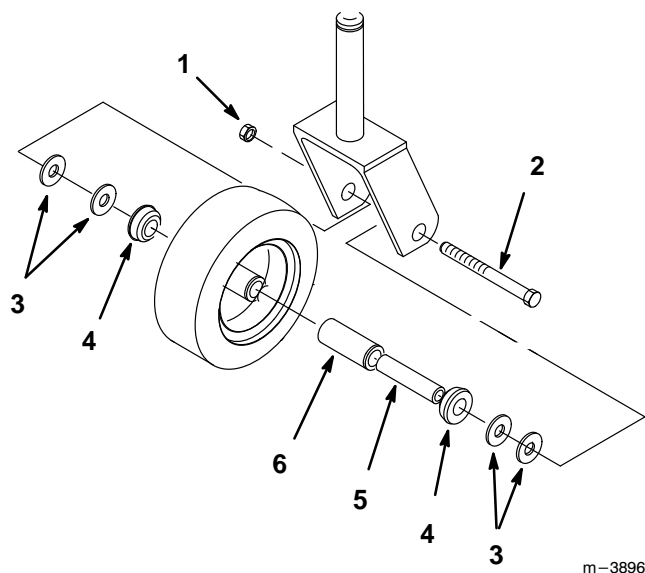

Figure 32
1. Déposer l'écrou et le boulon de roue qui fixent la roue pivotante à sa fourchette (Fig. 32).
2. Déposer la rondelle et le coussinet, puis retirer du moyeu le roulement à rouleaux et la douille de support (Fig. 32).
3. Retirer du moyeu l'autre coussinet, et nettoyer le moyeu pour enlever la graisse et la saleté (Fig. 32).
4. Contrôler l'usure du roulement à rouleaux, des coussinets, de la douille de support et de l'intérieur du moyeu. Remplacer les pièces usées ou défectueuses (Fig. 32).
5. Pour l'assemblage, insérer un (1) des coussinets dans le moyeu. Graisser le roulement à rouleaux et la douille de support, et les insérer dans le moyeu. Insérer le second coussinet dans le moyeu (Fig. 32).
6. Placer la roue pivotante dans la fourchette et la fixer à l'aide du boulon de roue et de l'écrou. Serrer l'écrou jusqu'à ce que la douille de support talonne contre l'intérieur de la fourchette (Fig. 32).